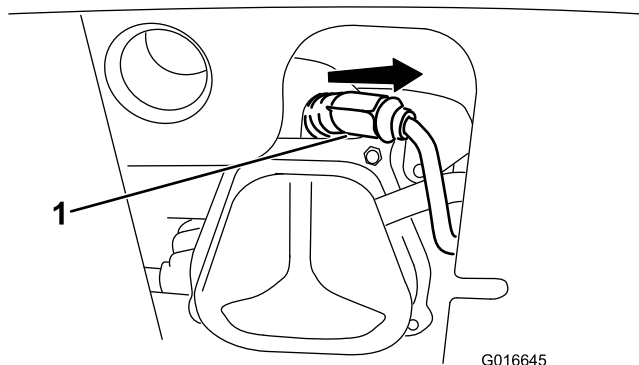

Рисунок 43
1. Снимите изоляционный колпачок (Рисунок 43).